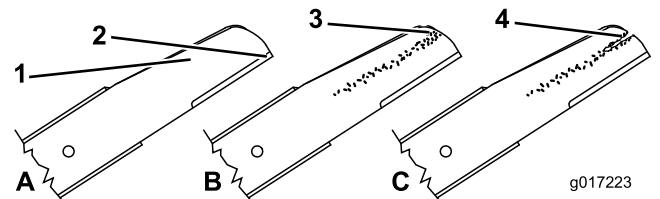

Рисунок 39
- Осмотрите режущие кромки (Рисунок 39). Если кромки не острые или зазубренные, снимите ножи и заточите или замените их.
- Осмотрите ножи, обратив особое внимание на состояние их фигурных частей (Рисунок 39). При обнаружении повреждений, износа, образования бороздки на этих частях, немедленно замените нож новым.